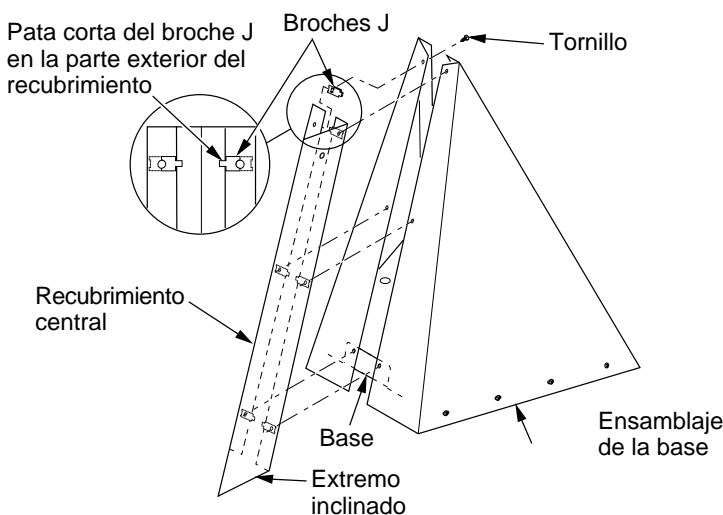

Figura 3: Unión del recubrimiento central al ensamblaje de la base
3. Ubique el recubrimiento central. El recubrimiento central tiene una inclinación en la parte inferior y un orificio a ambos lados de la parte delantera en la parte superior. Deslice los broches J sobre los orificios del lado abierto del recubrimiento central con el lado corto hacia la parte exterior del recubrimiento central (consulte la figura 3).